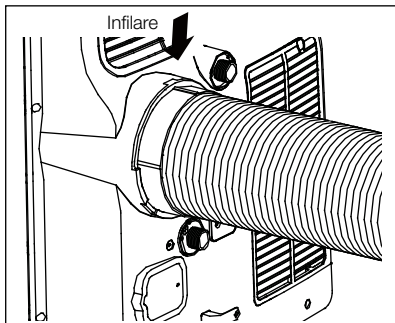

Fig. 8
5. Far scorrere il gruppo sull'apparecchiatura (Fig. 8).